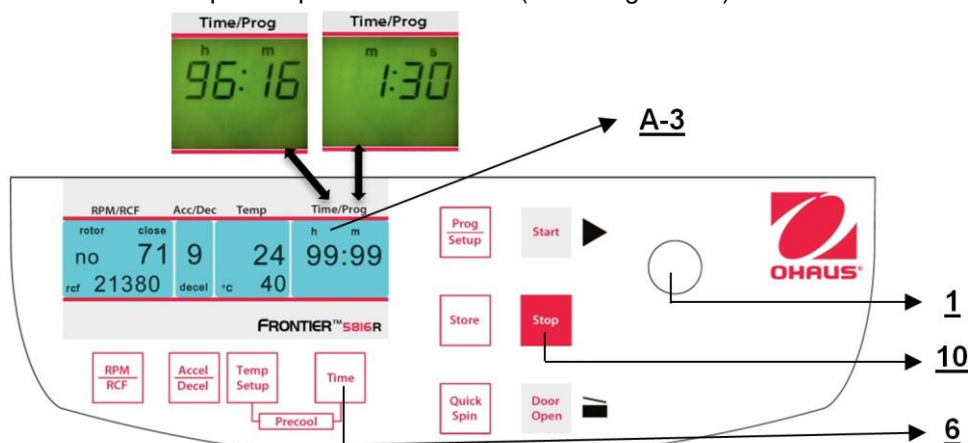

Figura 17
3. La operación continua "cont", que puede interrumpirse con el botón "Stop" (10) (vea la Figura 17).
Para establecer el valor deseado, use la perilla de ajuste (1). Después de exceder 59 min. 50 seg., la indicación cambia automáticamente a "h : m". Después de exceder 99 horas 59 min., aparece la palabra "cont" en la pantalla "Time/Prog" (A-3). Esta operación continua solo puede interrumpirse al presionar el botón "Stop" (10). El conteo regresivo del tiempo inicia una vez que se alcanza la velocidad establecida. La pantalla siempre muestra el tiempo de operación restante. (Vea la figura 17.)